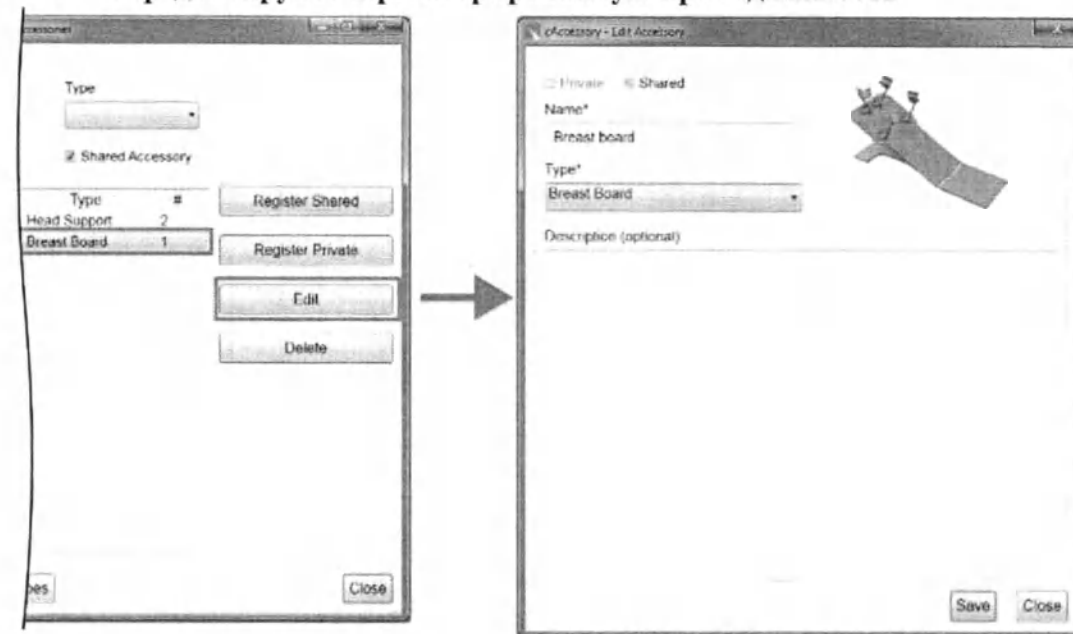

Рисунок 8. Диалоговое окно Edit Accessory («Редактирование принадлежностей»).
3. Нажмите Edit («Редактировать»). Откроется диалоговое окно Edit Accessory («Редактирование принадлежностей») (рисунок 8).